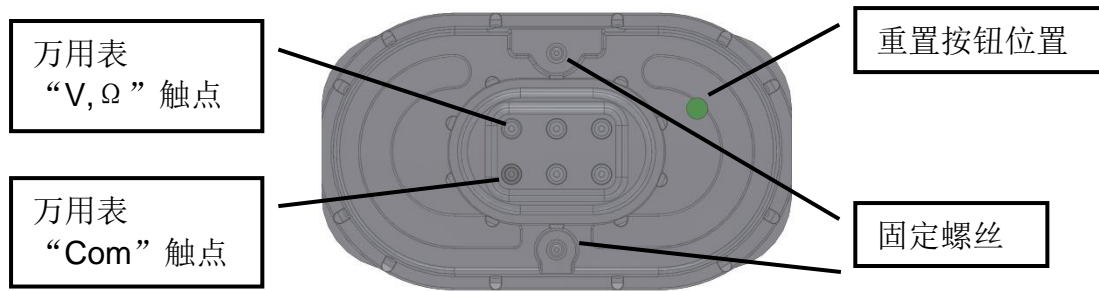
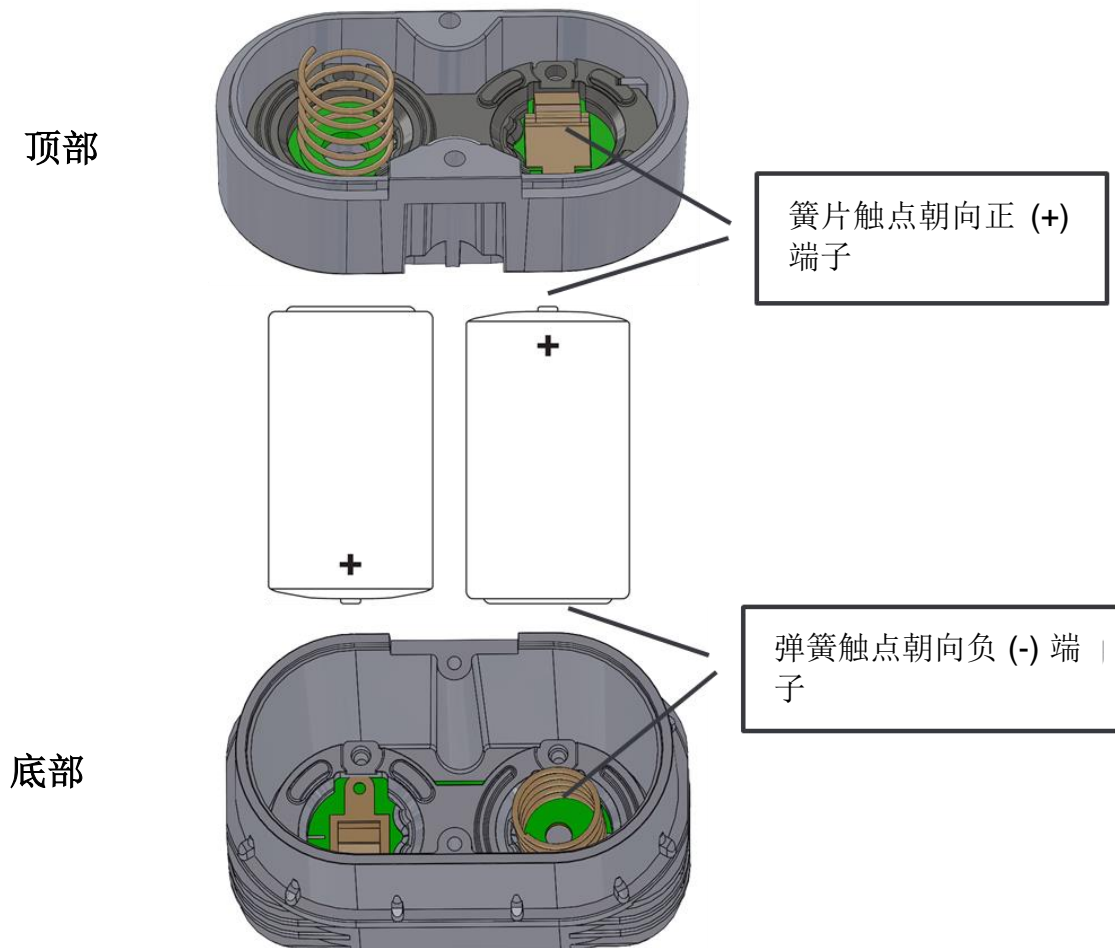

图 5-2: 电池组底部视图。万用表的正确连接。
图 5-3: 电池组顶部和底部
- 松开两个电池组安装螺钉（梅花螺丝刀 T10），请见图 5-2。请注意，弹簧弹力很大，因此在拧开时，应握牢电池组。
- 将两个电池放在电池组中，簧片触点朝向正 (+) 端子，弹簧触点朝向负 (-) 端子，请见图 5-3。
- 按下电池组上的按钮，请见图 5-2（该按钮位于电池组上一个孔的后方，可通过笔尖按下）。这将通知气体检测仪新电池已就位，并重置电量计数器。请注意，只有 3.0 或更高版本固件的气体检测仪才能识别此按钮操作。如果有关检测仪包含较旧的固件版本，或者您不确定检测仪的固件版本，请联系 GasSecure。
通过将万用表连接到端子来测量电池组的电压，如图 5-2 所示。额定电压为 +7.2 V。不允许电压低于 +7.0 V 及高于 +7.8 V。检查电池方向是否正确（请见图 5-3），以及测量电压是否超出允许的范围。